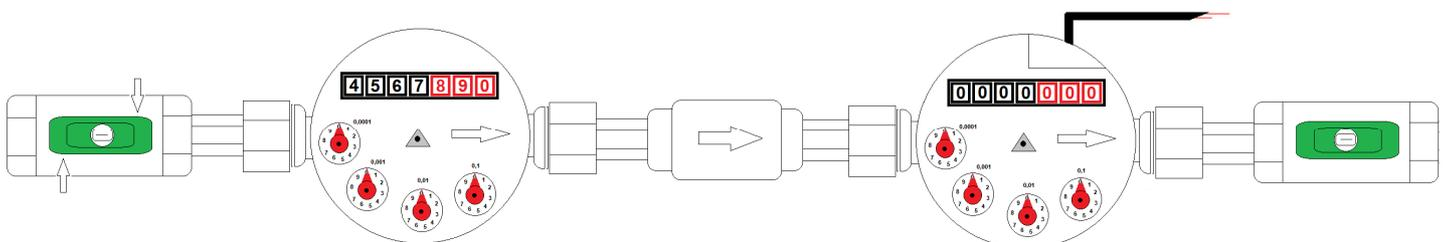

Figura 10
**1.2.3** – Avvitare il nuovo contatore lancia impulsi al raccordo di Dx della «valvola di ritegno» fino a realizzare l'assemblaggio illustrato in Figura 10